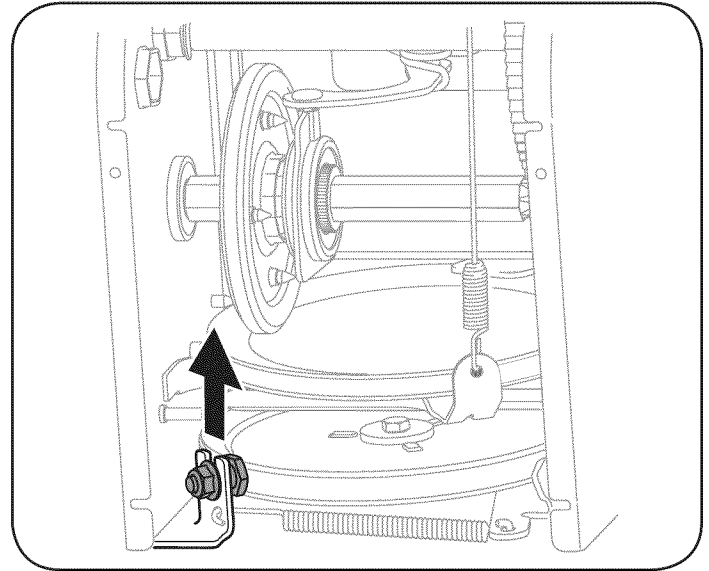
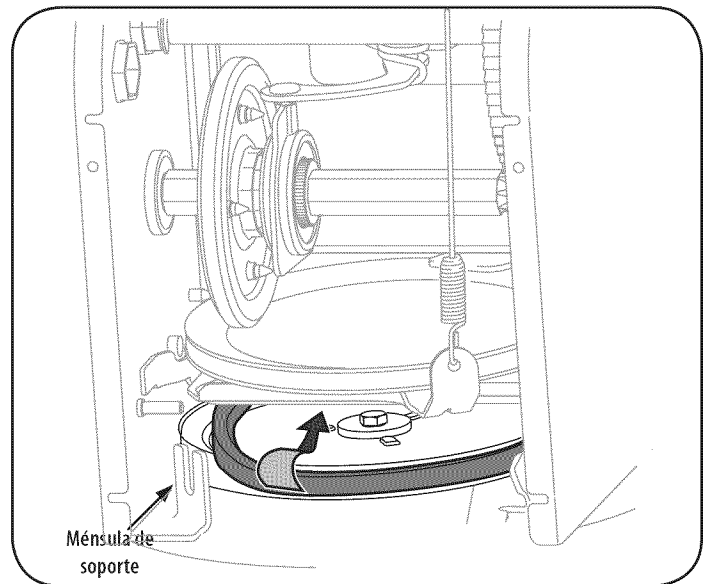

Figura 28
Figura 29
7. Afloje y retire el tornillo con reborde que actúa como guarda de la correa. Vea la Figura 28.
7. Retire la correa de alrededor de la polea de la barrena y deslice la misma entre la ménsula de soporte y la polea de la barrena. Vea la Figura 29.
NOTA: NO olvide volver a instalar el tornillo con reborde y volver a conectar el resorte al marco tras instalar una correa de la barrena de repuesto. Vea la Figura 28 y la Figura 29.